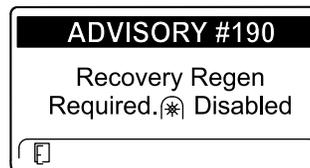

Рисунок 51
- Требуется восстановительная регенерация – механизм отбора мощности выключен, ИНФОРМАЦИОННОЕ СООБЩЕНИЕ № 190 (Рисунок 51)